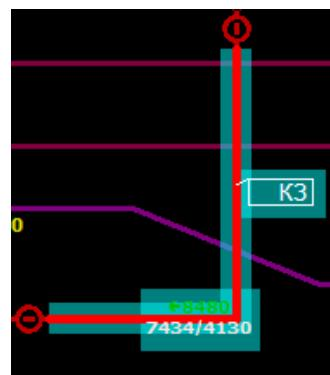

Рисунок 47 – Отображение КЗ на общей схеме.
Выбор места установки КЗ осуществляется с помощью ползунка (1), где ‘0’ — это начало линии, в ‘100’ это конец линии который равен длине линии. Длина линии указана в графе (3), в графе (2) указывается место в котором будет установлено КЗ. Для установки КЗ в выбранном месте нужно нажать кнопку «Установить КЗ» (4). После этого на общей схеме рядом с линией появится обозначение КЗ (рисунок 47).